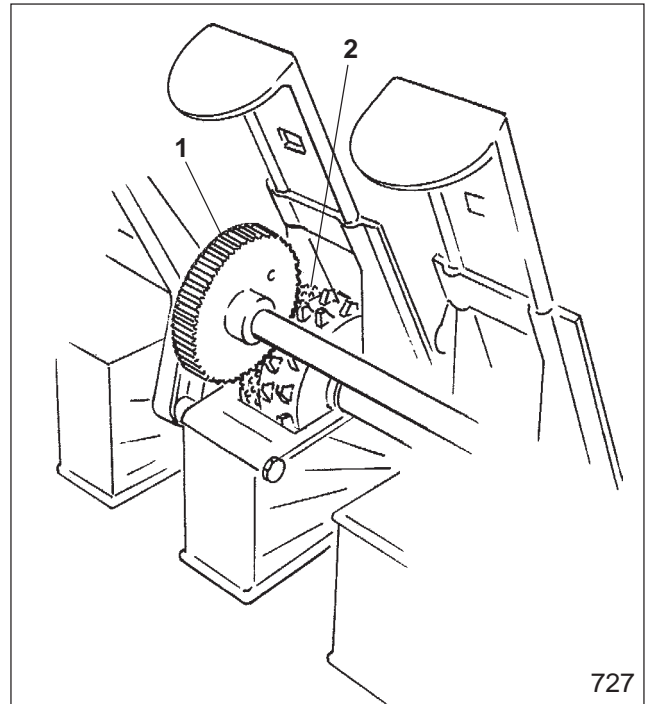

Fig. 18.30
- Zähne der Antriebsritzeln (Fig. 18.30/1) und der Fahrgassenfeinsäräder (Fig. 18.30/2) in Eingriff bringen. Antriebsritzeln an der Vorgelegewelle befestigen.